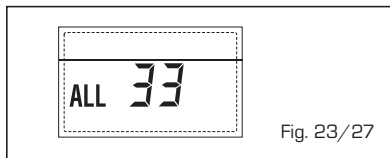

Fig. 23/27
- **ANOMALÍA COMUNICACIÓN FICHA RS-485 EN MODALIDAD CASCADA "ALL 34"** (fig. 23/28)